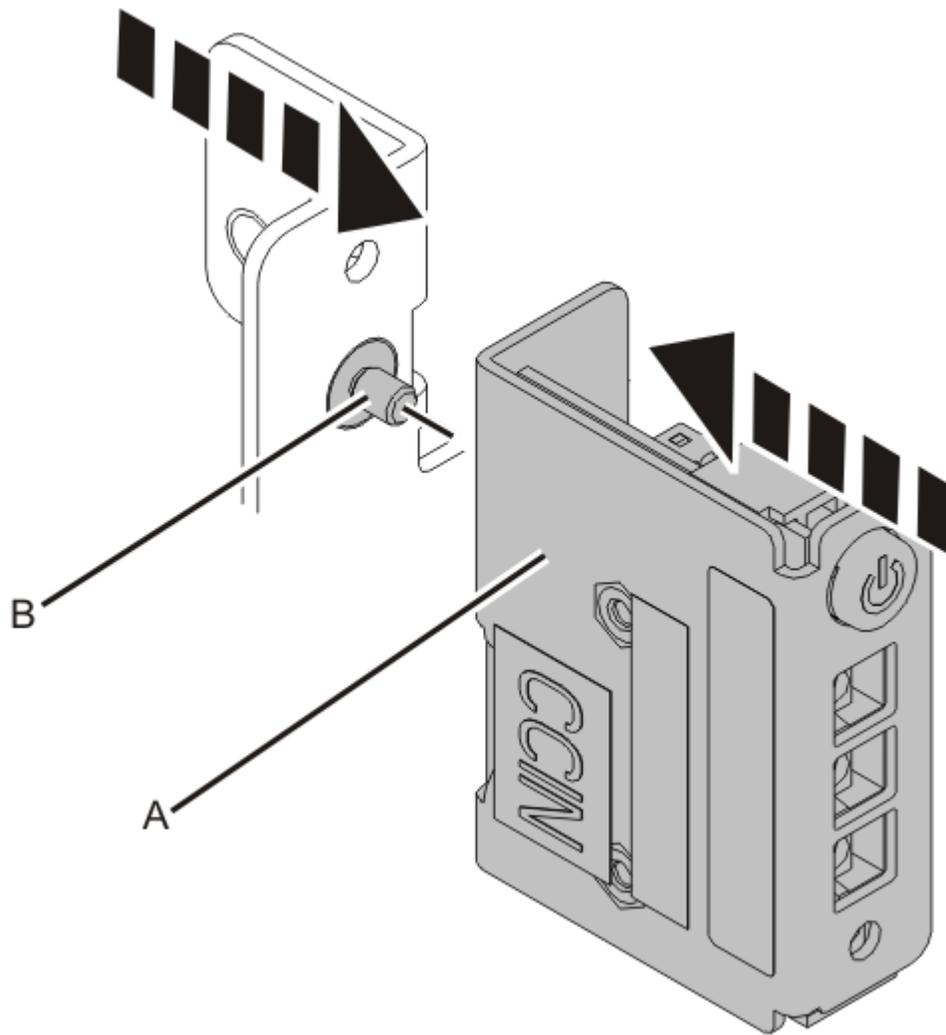

Abbildung 24. Steuerkonsole bei einem Einschubsystem an der Halterung austauschen
3. Befestigen Sie bei einem Einschubsystem die Steuerkonsole (**A**) mit der Schraube (**B**) an der Halterung (siehe Abbildung 24 auf Seite 26).